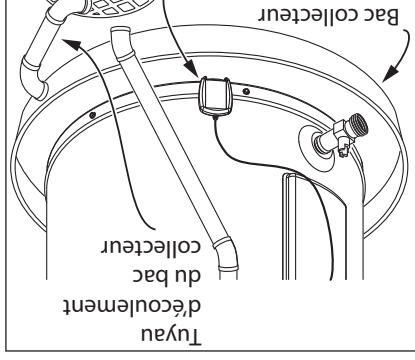

Figure 6 - Un bac collecteur adapté raccordé par un tuyau à un écoulement approprié peut permettre de protéger le plancher des fuites et égouttements.
- Dans un bac collecteur adapté, raccorder par un tuyau à un siphon de sol approprié ou à l'extérieur du bâtiment (Figure 6).
- Placer un bac collecteur adapté (en vente dans tout magasin de plomberie) sous le chauffe-eau (Figure 6) pour recueillir la condensation ou les fuites des raccords de tuyauterie ou de la cuve. La majorité des codes exigent, et nous le recommandons, d'installer le chauffe-eau dans un bac collecteur raccordé par un tuyau à un écoulement approprié. Le bac collecteur doit avoir au moins 50 mm (2 po) de plus en largeur que le diamètre du chauffe-eau. Installer le bac collecteur de telle sorte que le niveau d'eau soit limité à une profondeur maximale de 45 mm (1-3/4 po).
- Bac collecteur adapté (Figure 6 à la page 11)